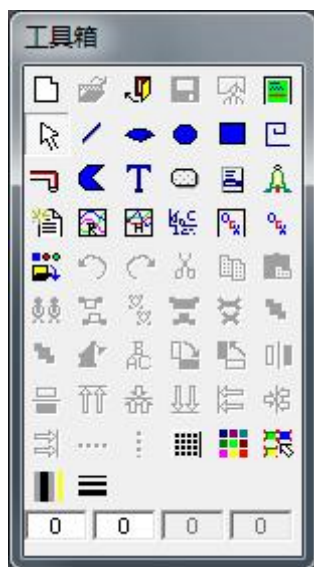

图 3-2
1、如果工具箱没有出现，选择“工具”菜单中的“显示工具箱”或按 F10 键将其打开，工具箱中各种基本工具的使用方法和 Windows 中的“画笔”很类似，如图 3-2 所示。